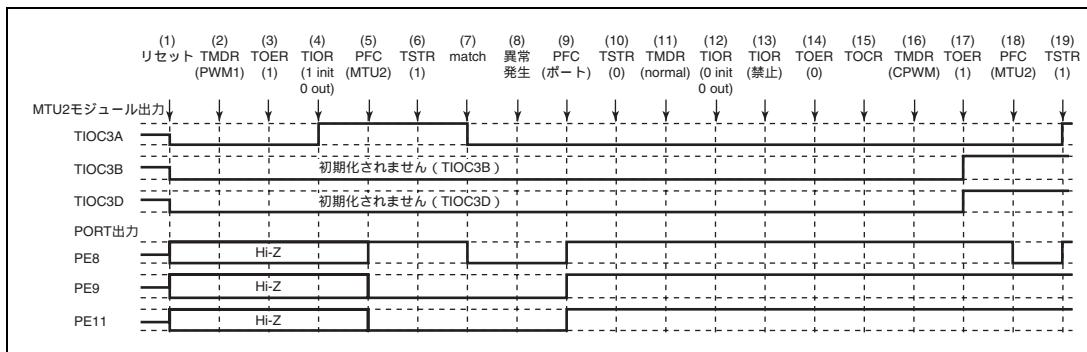

図 11.125 PWM モード 1 で異常が発生し、相補 PWM モードで復帰する場合
PWM モード 1 で異常が発生し、再設定後相補 PWM モードで再スタートする場合の説明図を図 11.125 に示します。
(1) ~ (14) は図 11.125 と共通です。
(15) TOCR でリセット同期 PWM の出力レベルと周期出力の許可禁止を選択してください。
(16) リセット同期 PWM を設定します。
(17) TOER でチャネル 3、4 の出力を許可してください。
(18) PFC で MTU2 出力としてください。
(19) TSTR で再スタートします。